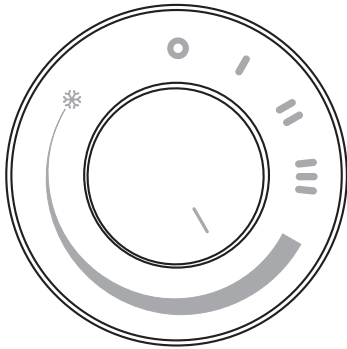

fig. 5
- Zum Einstellen der Raumtemperatur auf einen bestimmten Wert (Thermostat), den Anhaltspunkt "I" in der Skala "C" (Abb.5) verstellen. Wenn die Raumtemperatur gleich oder höher als der Einstellwert ist, stoppt das Gerät. Wenn die Raumtemperatur niedriger als der Einstellwert ist, schaltet das Gerät bei maximaler Leistung (2000W) ein.
- Para regular la temperatura ambiente a un valor determinado (termostatación), gire el mando hasta poner la referencia "I" dentro de la escala graduada "C" (Fig. 5).